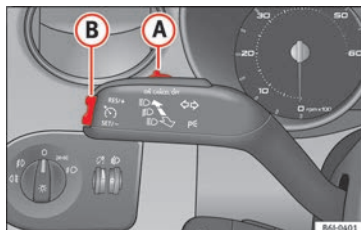

Abb. 148 Blinker- und Fernlichthebel: Schalter und Wippe für die Geschwindigkeitsregelanlage
- Drücken Sie den unteren Teil der Wippe **SET** » **Abb. 148** (B) einmal kurz, wenn die zu speichernde Geschwindigkeit erreicht worden ist.
- Drücken Sie den oberen Teil der Wippe **RES** » **Abb. 148** (B), um die Geschwindigkeit zu erhöhen. Solange Sie die Wippe gedrückt halten, beschleunigt das Fahrzeug. Sobald Sie die Wippe loslassen, wird die neue Geschwindigkeit gespeichert.
- Drücken Sie den unteren Teil der Wippe **SET** » **Abb. 148** (B), um die Geschwindigkeit zu verringern. Solange Sie die Wippe gedrückt halten, verringert das Fahrzeug durch automatische Gaswegnahme die Geschwindigkeit. Sobald Sie die Wippe loslassen, wird die neue Geschwindigkeit gespeichert.
Wenn Sie die gespeicherte Geschwindigkeit durch Treten des Bremspedals verringern, wird die Geschwindigkeitsregelanlage deaktiviert. Sie können durch einmaliges Drücken des oberen Teils der Wippe **RES+** » **Abb. 148** **(B)** die Regelung wieder aufnehmen.